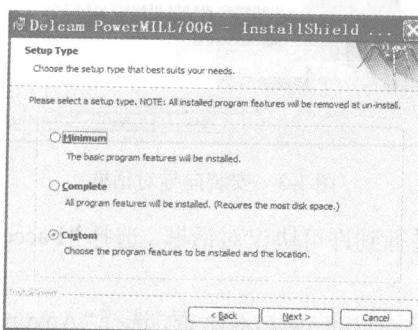

图 1-7 安装类型对话框
(6) 接下来出现如图 1-7 所示对话框，对话框内有 3 种安装类型，分别是 Minimum (典型安装)、Complete (完全安装) 和 Custom (用户自定义安装)，单击 Custom 按钮后再单击 Next 按钮。